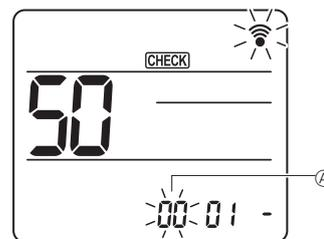

Fig. 6-17
- Prima o botão [A] para definir o número da unidade A. (Fig. 6-17)